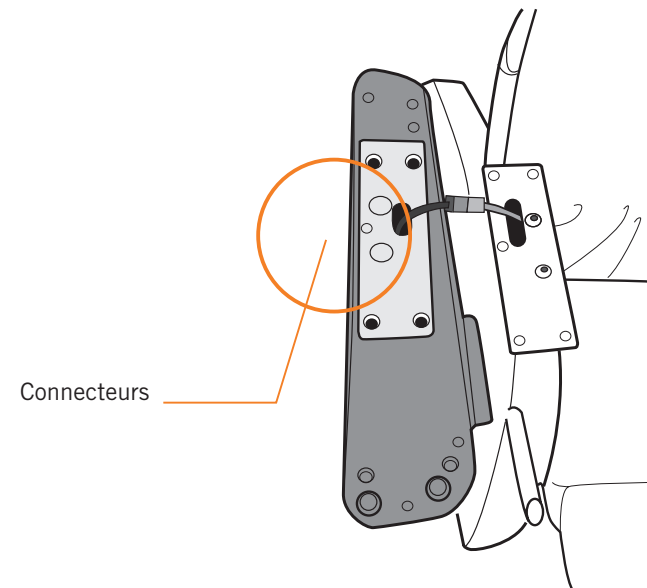

Fig.6
2. Branchez le connecteur de corps d'accoudoir au connecteur d'accoudoir (Fig.6).